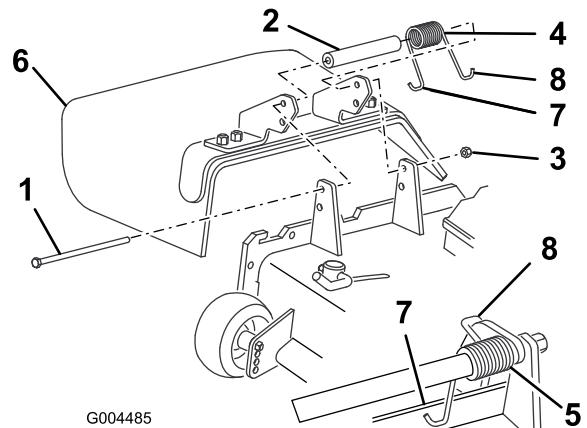

図 71
2. デフレクタをピボットブラケットに固定しているロックナット、ボルト、スプリング、スペーサを外す(図 71)。デフレクタを取り外す。
3. デフレクタのブラケットの間にスペーサとスプリングを入れる(図 71)。スプリングの左側のフックを、デッキのエッジに引っ掛ける。
**注** ボルトを取り付ける前に、スプリングのJ字フックがデッキの後部エッジに図 71のように取り付けられていることを確認してください。
4. ボルトとナットを取り付ける。スプリングの右側のフックを、デフレクタに引っ掛ける(図 71)。